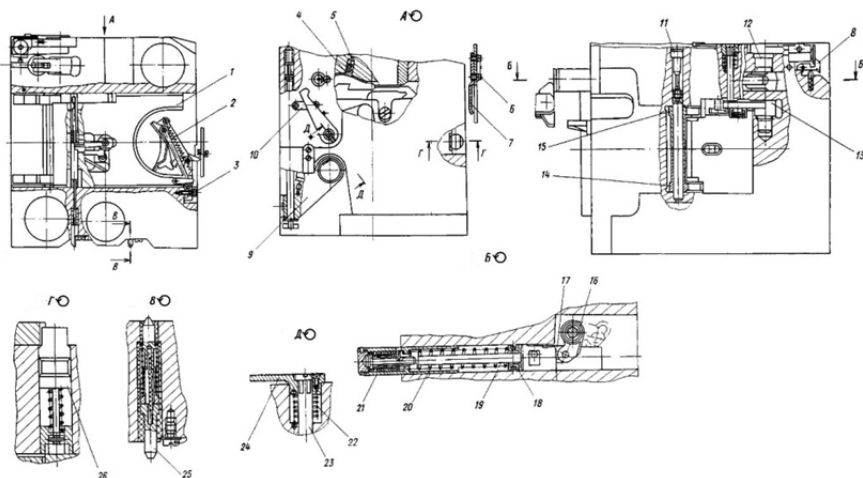

Рис. 2.1. Затвор:
Для открывания затвора нажать на рычаг 8 (рис. 2.1), при этом под действием пружины рукоятка 9 затвора несколько выдвинется из казенника. Вытянуть рукоятку полностью, затем с усилием подать ее вправо, вернуть рукоятку влево (холостой ход) и вновь энергично повернуть вправо (открывание затвора двухступенчатое). Установить рукоятку в исходное положение, для чего повернуть ее влево до упора и подвинуть вперед, при этом рычаг 8 зафиксирует рукоятку от обратного выдвижения. Для закрывания затвора вынуть из клипсы рукоятку оси повторного взвода и сброса клина затвора и подать ее вперед. При вялом закрывании затвора частично разобрат клин, удалить грязь и лишнюю смазку.
- вывинтить два винта 6 (см. рис. 2.1), снять копир 7 с ограждения; вывернуть два болта 3 и снять с казенника лоток 2 в сборе; вывести ударный механизм;
- установить лоток 2 (см. рис. 2.1) на казеннике и закрепить его двумя болтами с шайбами. Болты застопорить проволокой;